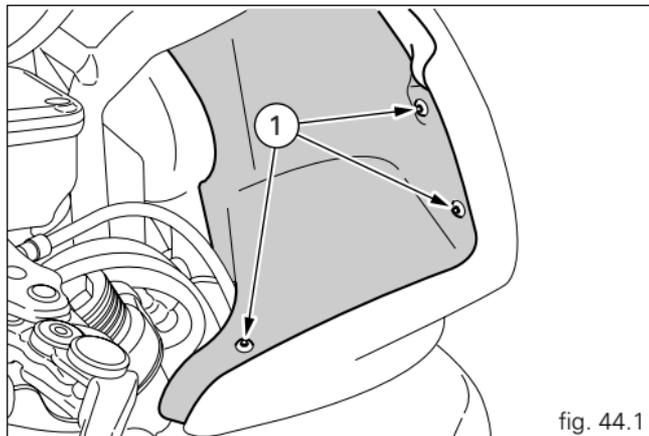

fig. 44.1
Dévisser les six vis (1) de fixation du capot intérieur des deux côtés de la bulle, puis dégager le capot par le haut (fig. 44.1).